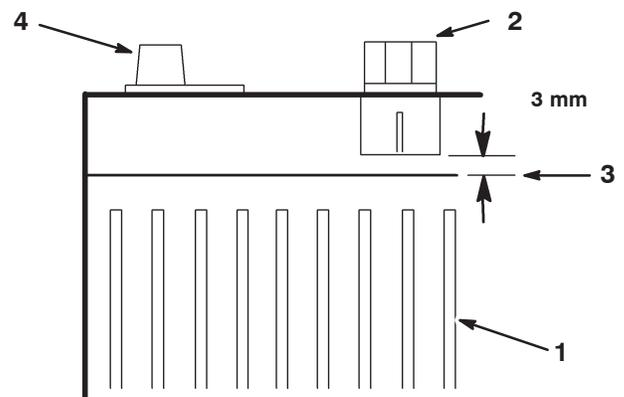

Bild 31
7. Füllen Sie genug destilliertes Wasser ein, sodass die Batteriesäure 3 mm unter der Unterseite jedes Einfüllstützen reicht (Bild 31).